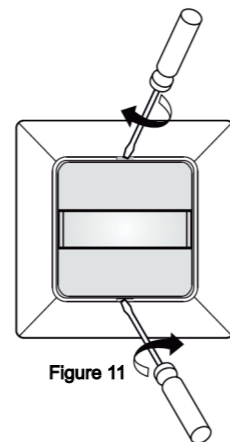

Figure 11
Pour retirer le cadre en plastique, respectez les indications des figures 10A à 10C et de la figure 11. Utilisez un tournevis adapté.
4.1.1 Ouvrez le cache frontal au-dessus et en dessous de la lentille. L'interrupteur à coulisse et les boutons apparaissent. (Voir figures 11 et 12) Vissez la borne de connexion. Effectuez les réglages nécessaires.